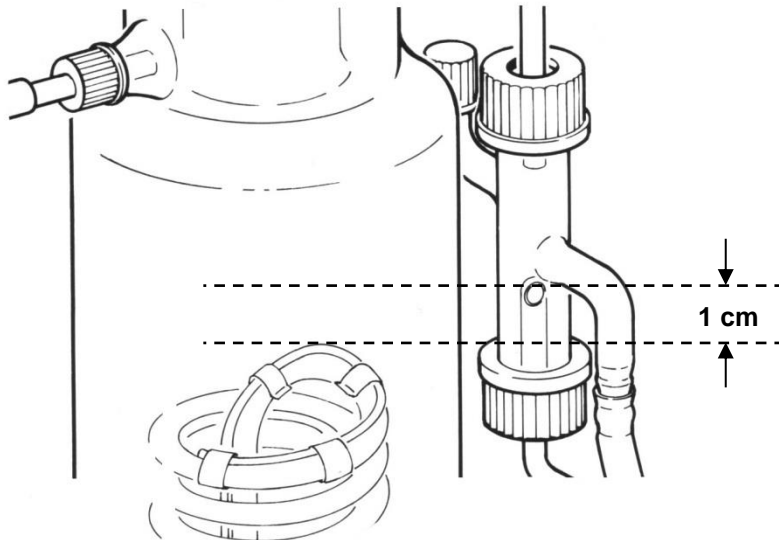

Fig. 2
2. Ajustar el regulador de nivel DZ 8103 según la Fig. 2